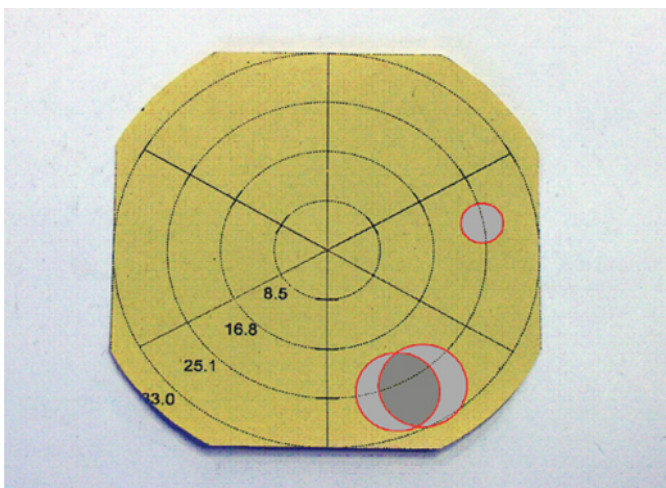

Ilustración 2
- solapada (ilustración 2)
- las mazas de spray están dispuestas de forma muy descentralizada (ilustración 2)